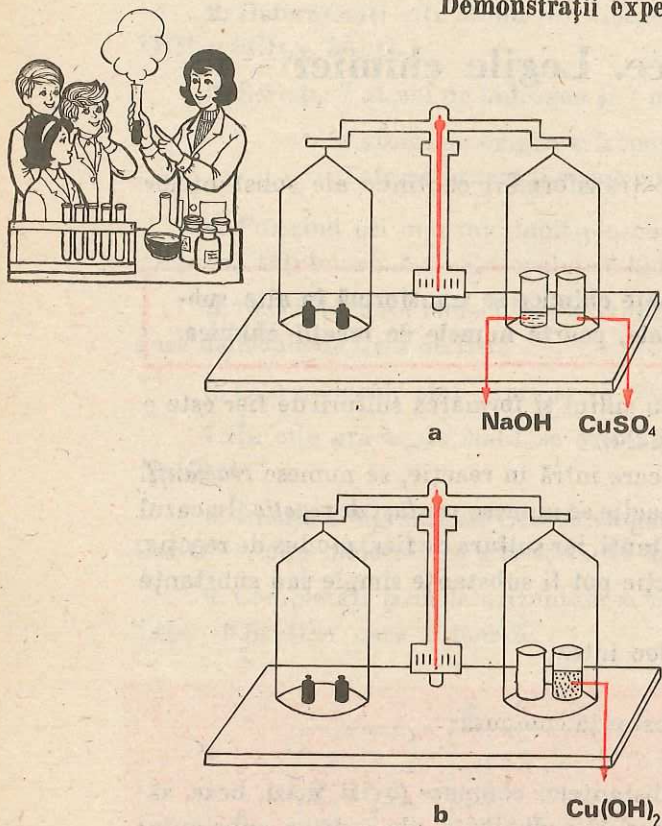

Fig.3.1. Demonstrația experimentală a legii conservării masei substanțelor
1. Într-un pahar Berzelius de 50 ml se toarnă 10 ml soluție de hidroxid de sodiu (sodă caustică), NaOH, iar în altul, de aceeași capacitate, 10 ml soluție de sulfat de cupru (piatră vîntă), CuSO_4 . Ambele pahare se așază pe unul din platanele balanței (fig. 3.1,a). Se cîntăresc. După cîntărire se toarnă conținutul unui pahar în celălalt și se observă formarea unui precipitat, în cazul de față hidroxid de cupru, $\text{Cu}(\text{OH})_2$. După reacție se mențin ambele pahare pe același platan și se recîntăresc. Se constată că, deși cele două substanțe au reacționat, masa totală a rămas constantă (fig. 3.1.,b)